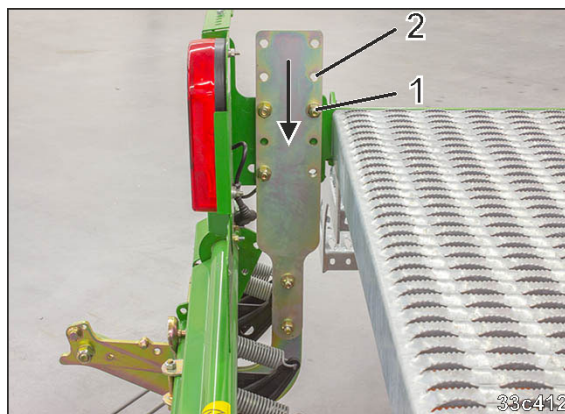

Рис. 188
- 2.1 Відпустіть гвинти (Рис. 188/1).
- 2.2 Переставте тримачі в нові отвори (Рис. 188/2).